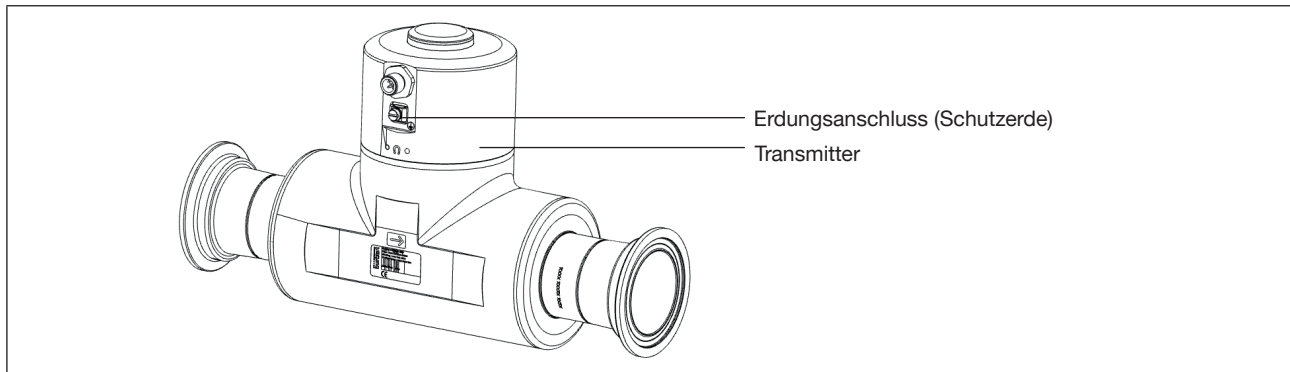

Bild 16: Erdungsanschluss
- Für einen einwandfreien Betrieb des Geräts muss der gelb/grüne Leiter immer an den Erdungsanschluss außen am Elektronikmodulgehäuse wie folgt angeschlossen werden (siehe Bild 16).